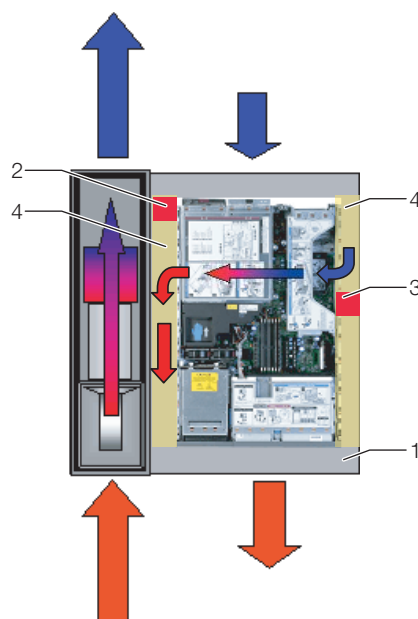

Рис. 13: Расположение поролоновых прокладок у приборов с боковой вентиляцией – вид сверху
- Если в серверном шкафу установлено несколько приборов с боковой вентиляцией, создайте соответствующее количество выемок в поролоновой прокладке, чтобы на уровне каждого прибора с левой и правой стороны серверной стойки имелись выемки в поролоновой прокладке. Обратите внимание на то, чтобы со стороны теплого воздуха не было никаких выемок (Рис. 13, поз. 2).
- Закрепите эти отрезки со смещением назад относительно стороны холодного воздуха приборов (Рис. 13, поз. 3). Необходимо установить прокладки таким образом, чтобы все вентиляторы приборов могли всасывать холодный воздух и ни один вентилятор не блокировался.
Поролоновые прокладки могут быть установлены между передней и задней опорой серверной стойки по всей глубине приборов с боковой вентиляцией (Рис. 13, поз. 4).